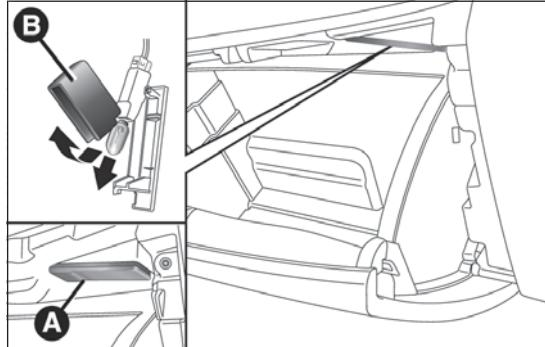

fig. 199
- aprire il cassetto portaoggetti ed estrarre la plafoniera A fig. 199;